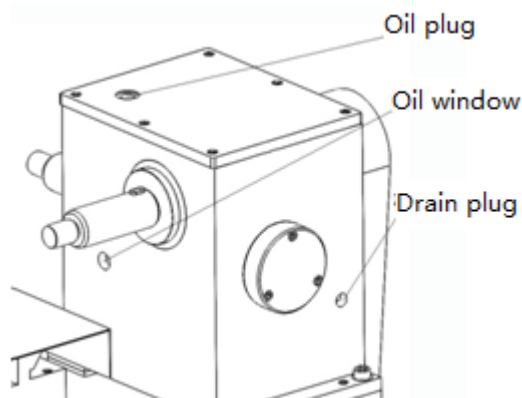

Рис. 1
3. Перед первым использованием добавьте умеренное количество масла №30, уровень масла должен находиться посередине смотрового окна, не быть слишком высоким или низким. Меняйте масло после 1 рабочей недели, затем каждые полгода. Окно для масла, места смазки и слива масла показаны на рис. 1.